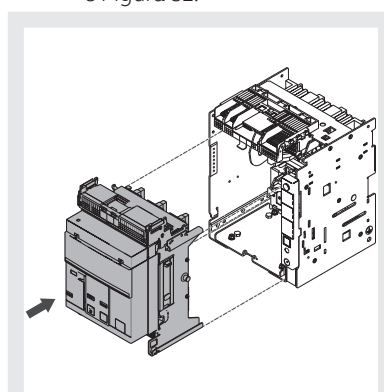
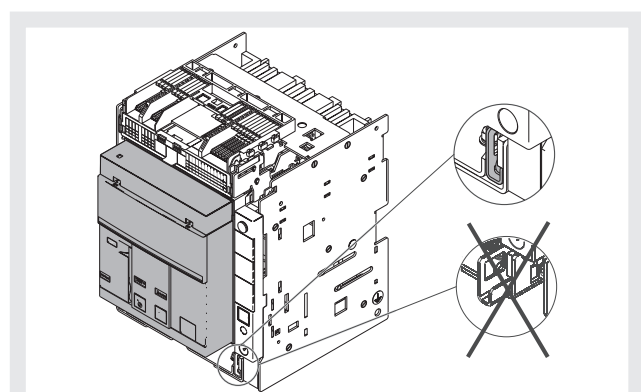

Figura 31
Figura 32
3. Posizionare la parte mobile nella parte fissa e spingerla sino a quando va in arresto. Vedi Figura 31 e Figura 32.